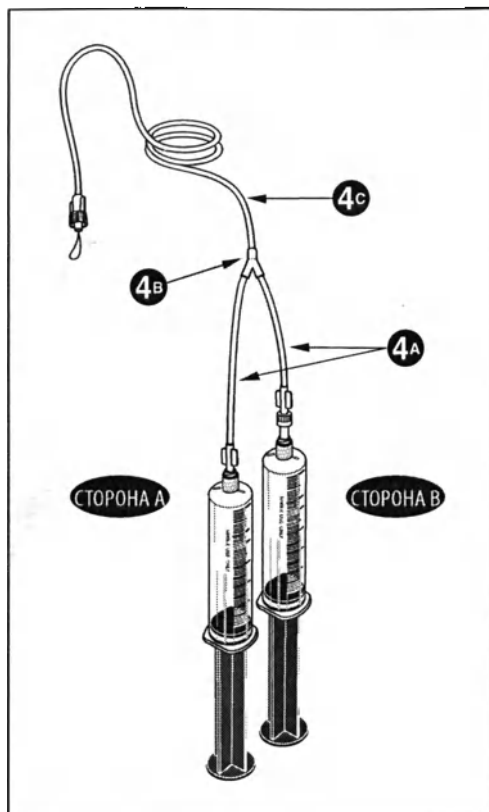

Рисунок 4-3-5 Удаление воздуха из трубок магистрали.
4. Для удаления воздуха из трубок держите оба шприца вертикально, сначала нажмите на поршень шприца стороны В (с физиологическим раствором) и наблюдайте, как физиологический раствор заполняет трубку 4 до Y-образного соединения 5. Затем нажмите на поршень шприца стороны А (с контрастным веществом) для продвижения контрастного вещества через короткий отрезок трубки, за Y-образное соединение и далее по длинному участку до выхода через неприсоединенный конец. Осмотрите оба шприца и полностью всю магистраль, чтобы убедиться в том, что все пузырьки воздуха были удалены. См. рисунок 4-3-5.
4. Держа оба шприца вертикально, сначала нажмите на поршень шприца стороны A (с контрастным веществом) для продвижения контрастного вещества через короткий отрезок трубки, сразу за Y-образное соединение. Затем нажмите на поршень шприца стороны B (с физиологическим раствором) для продвижения физиологического раствора через короткий отрезок трубки за Y-образное соединение и далее по длинному участку до выхода через неприсоединенный конец. Осмотрите оба шприца и полностью всю магистраль, чтобы убедиться в том, что все пузырьки воздуха были удалены. См. рисунок 4-3-5.